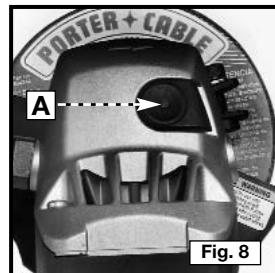
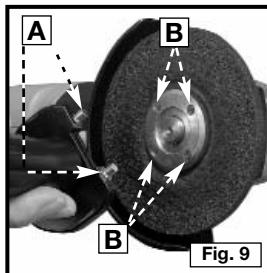
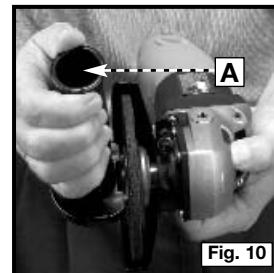

Fig. 8
Fig. 9
Fig. 10
5. Maintenir le blocage de l'arbre enclenché tout en plaçant les ergots de la clé à ergot (F) Fig. 8 dans les trous du flasque externe. Serrer fermement en tournant en sens horaire.
6. Continuez de maintenir de la goupille de serrure d'axe (A) Fig. 8 tout en plaçant les crochets de la clé de handle/spanner (A) Fig. 9 dans deux des trous externe de la bride (B) Fig. 9. Serrez solidement en tournant le clockwise (Fig. 10).